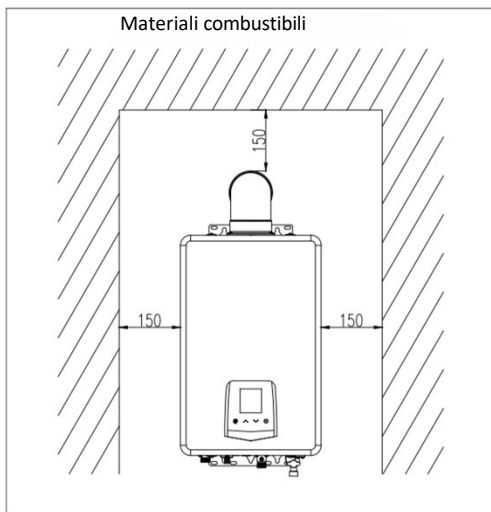
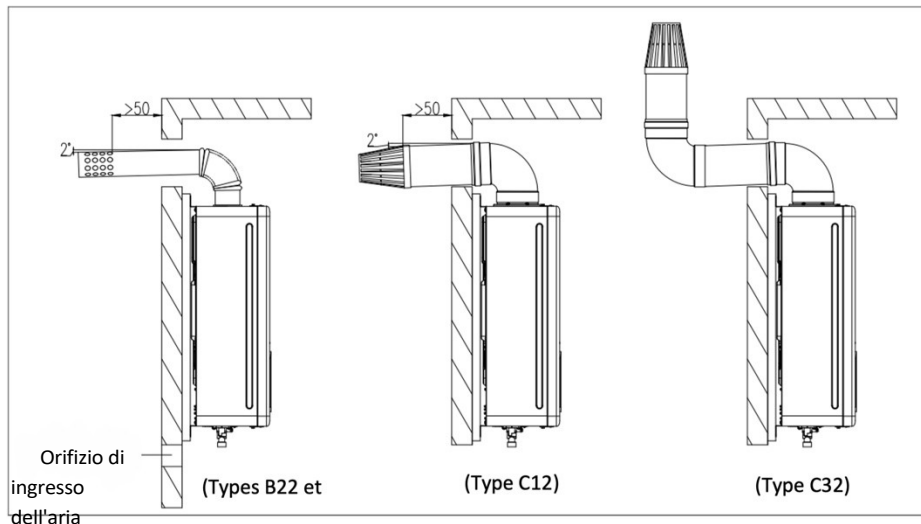

Fig. 7 (Unité : mm)
Fig. 16a (unità: mm)
- Lo scaldabagno a gas deve essere tenuto lontano da materiali combustibili, ad una distanza minima indicata nella Fig. 7.
(2) La lunghezza del condotto di scarico deve essere inferiore a 3 m e il numero di curve non deve superare 3 (una curva equivale a 1 m di tubo dritto).
(3) La distanza orizzontale del condotto di scarico deve essere la più breve possibile. L'estremità del condotto di scarico deve presentare un'inclinazione verso il basso di 20° (Fig. 16a), in modo da consentire il deflusso dell'acqua di condensa.
(4) La distanza tra il condotto di scarico e i materiali combustibili deve essere superiore a 150 mm. Se il condotto di scarico deve attraversare materiali combustibili o una parete, è necessario utilizzare materiale di protezione termica per riempire il condotto di scarico con uno spessore superiore a 20 mm. (Vedi fig. 7)
(5) Non mettere cemento tra il condotto di scarico e la parete per facilitare la manutenzione.
(6) Il condotto di scarico deve essere fissato saldamente. La parte di raccordo può essere ricoperta con un foglio adesivo per evitare che i gas residui tornino nella stanza.
(1) Utilizzare un condotto di scarico raccomandato e approvato dalla nostra azienda, facendo riferimento alla figura 16a per il metodo di installazione. Se il condotto di scarico è troppo corto, è possibile allungarlo in modo appropriato. Controllare il condotto di scarico ogni sei mesi per individuare eventuali danni o perdite. Installare il condotto di scarico dopo aver fissato il corpo del riscaldatore. Iniziare facendo passare il condotto di scarico fissato attraverso il foro nella parete, quindi inserire delicatamente il gomito nell'uscita di scarico del riscaldatore. L'estremità del condotto di scarico deve avere un'inclinazione di 2° verso il basso (Fig. 16a), altrimenti la pioggia potrebbe penetrare nel riscaldatore e danneggiarlo.
(3) La distanza tra il condotto di scarico e i materiali combustibili deve essere superiore a 150 mm. Se il condotto di scarico deve attraversare materiali combustibili o una parete, è necessario utilizzare un materiale di protezione termica per rivestire il condotto di scarico con uno spessore superiore a 20 mm. (Vedi Fig. 7)
(4) Per facilitare la manutenzione, non utilizzare cemento tra il condotto di scarico e la parete.
(5) Il condotto di scarico deve essere fissato saldamente. La parte di raccordo può essere ricoperta con un foglio adesivo per evitare che i gas residui tornino nella stanza.
(6) La lunghezza minima consentita per il condotto di scarico di questo prodotto è di 320 mm. Quando la lunghezza del condotto di scarico è compresa tra 320 e 750 mm, è necessario utilizzare un anello di restrizione (φ 43 mm) (tipo C12, C32, B22). Precauzioni per l'installazione del condotto di scarico